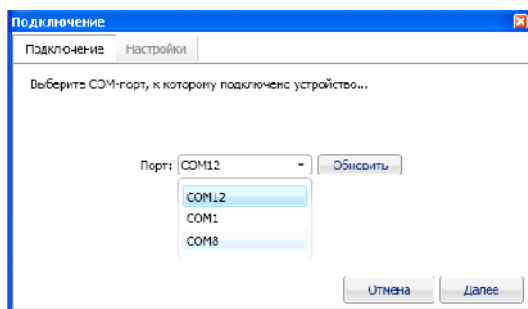

Рисунок 4
- в сплывающем диалоговом окне выбрать СОМ-порт, к которому подключен контроллер, и нажать кнопку «Далее» (рисунок 4);